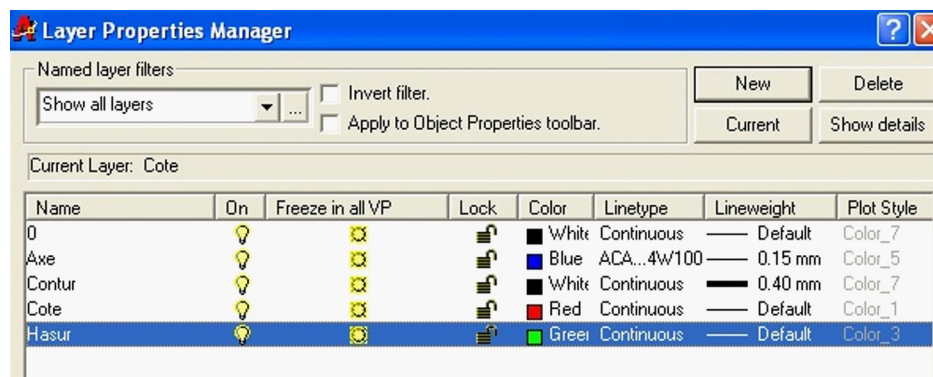

Fig. 13.4. Caseta de dialog pentru definirea layer-ilor
2. Folosind comanda *Layer*, diferitele elemente ale desenului vor fi grupate pe straturi (fig. 13.4.), astfel: